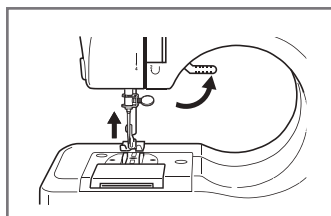

Рис.17
7.9.2 Поднимите лапку с помощью рычага подъема лапки. Поверните маховое колесо против часовой стрелки, чтобы игла поднялась в самое верхнее положение (Рис.17).